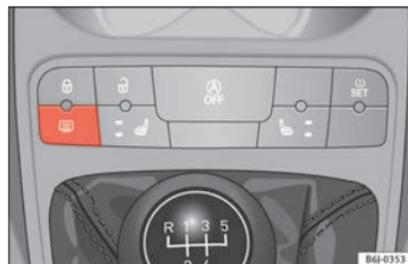

Fig. 94 Consola central: conmutador de luneta térmica.
- Pulse el conmutador de desempañado »» **fig. 94**